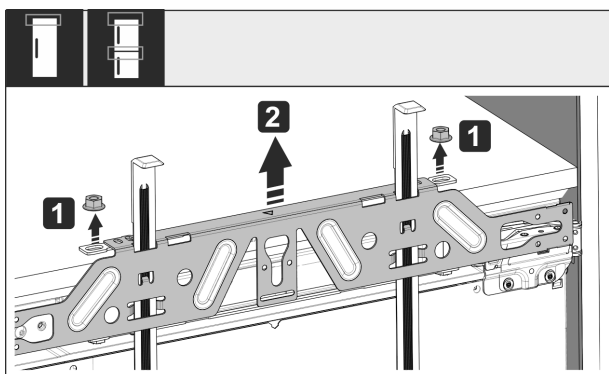

Fig. 50
- ▶ Soltar las contratuercas Fig. 50 (1).
- ▶ Quitar el travesaño de fijación Fig. 50 (2).